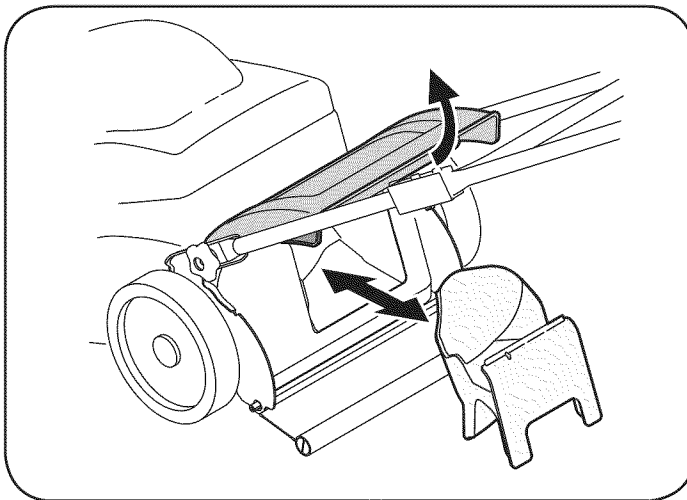

Figura 3
2. Quite la tolva de abono. Vea la Figura 3.